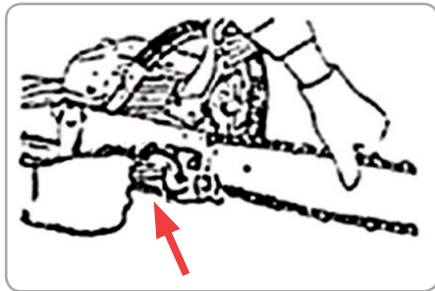

Fig.5
- În timp ce țineți vârful barei, reglați tensiunea lanțului rotind șurubul de tensiune până când curelele de legătură ating doar partea inferioară a șinei barei. (fig.5).